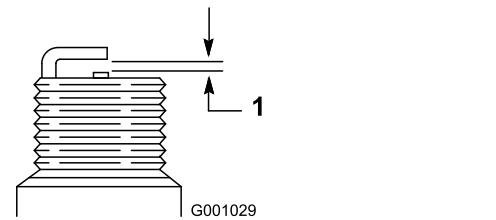

Figura 38
4. Impostate la distanza tra gli elettrodi su una nuova candela a 0,76 mm, come illustrato nella Figura 38.